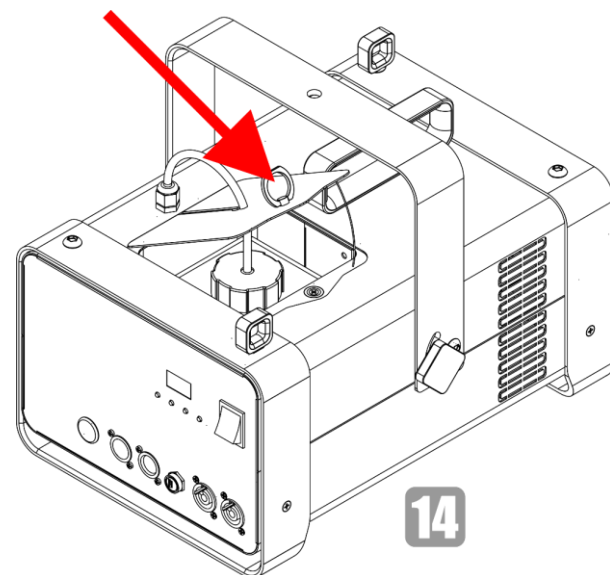

Fig. 32
- 14) Chiudi il coperchio di servizio, come mostrato nella Fig. 32.